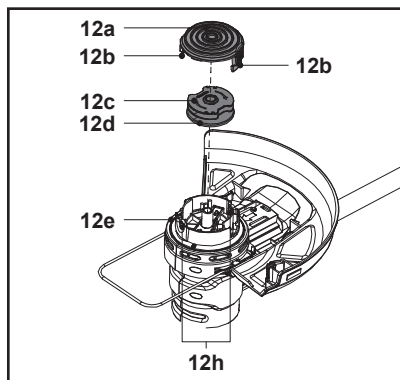

Fig. 25
3. Remova a bobina do aparador (12c) da caixa (12e) (Fig. 25).